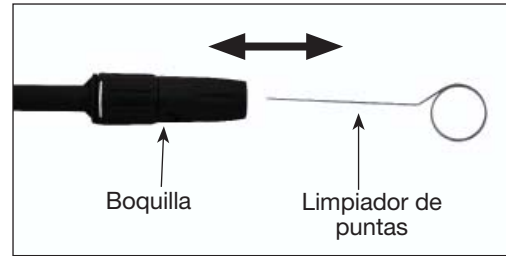

Figura 13
- ◆ PW135002: Vierta jabón en el recipiente del jabón. Ajuste la lanza a la posición de Jabón. Vuelva a baja presión (Figura 13)